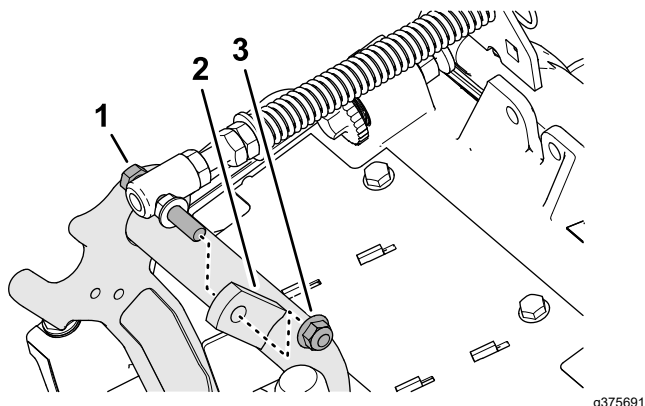

Рисунок 12
3. Отверните фланцевую контргайку ($\frac{3}{8}$ дюйма), которая крепит колпачковый винт пружины компенсации состояния грунта к правому выступу несущей рамы, и снимите пружину компенсации с режущего блока (Рисунок 12).